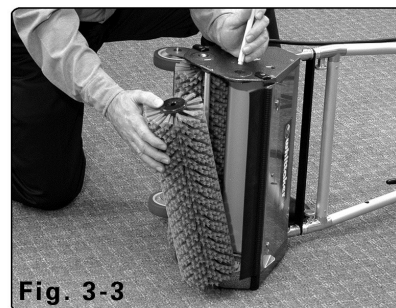

Fig. 3-3
- Apoye la máquina sobre el lado de la caja de engranes (15) Fig. 3-3